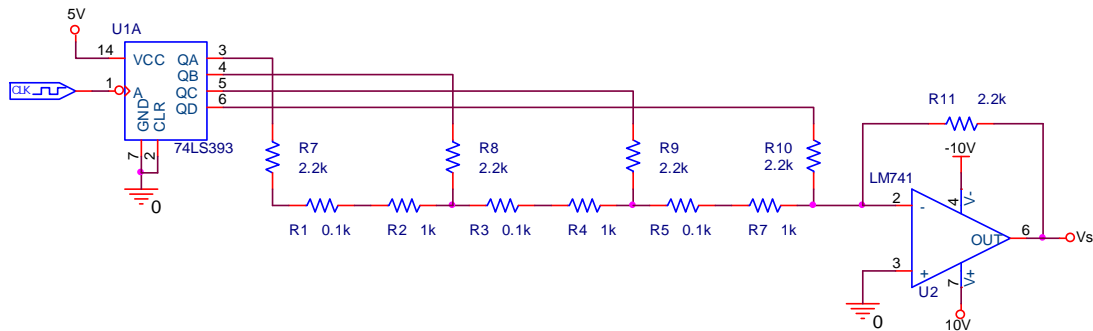

Figura 1
- 1) Construya el convertidor digital – analógico de red R-2R de la Figura 1. Note que el circuito usa tres niveles diferentes de voltaje de alimentación.